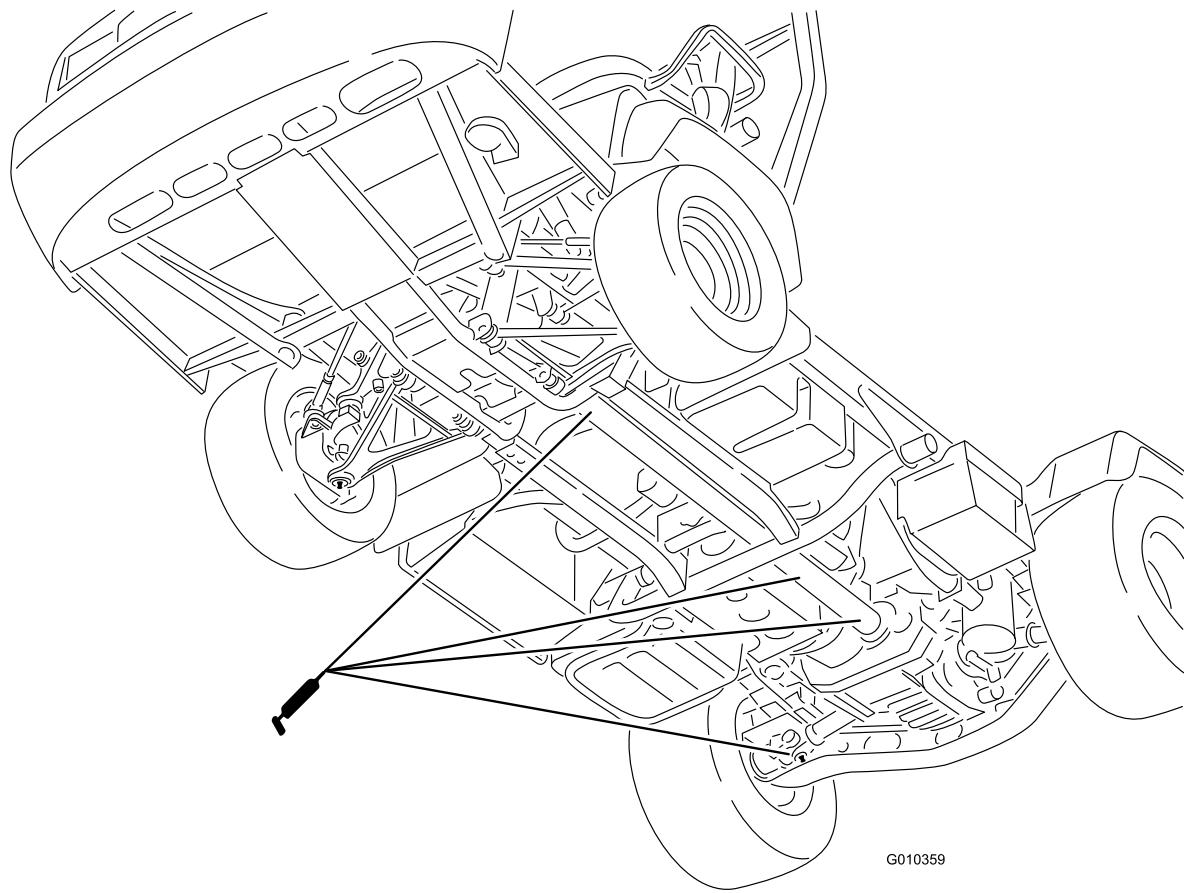

Figure 45
- Joint de cardan (18) et arbre de transmission aux 4 roues motrices (3) (Figure 45)